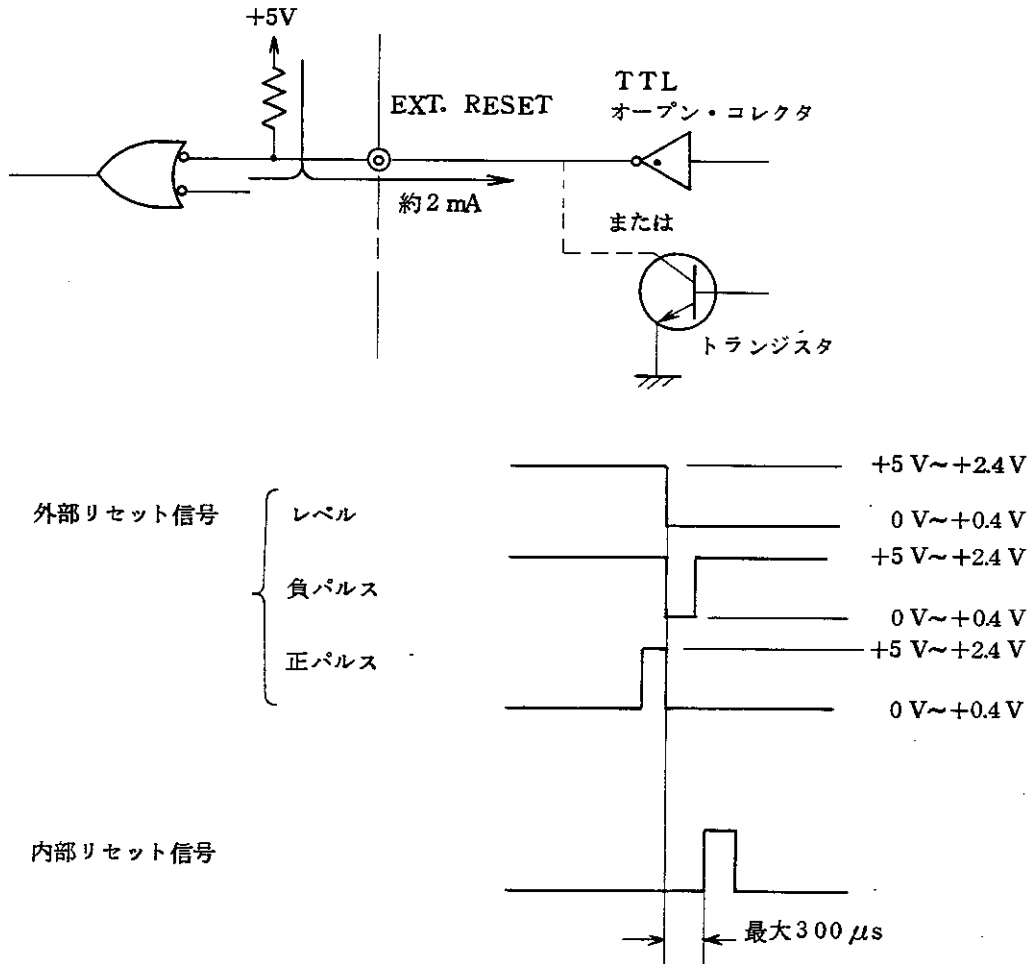

図 3-14 電気信号による外部リセット
② 電気信号による外部リセットは、図 3-14 に示すように